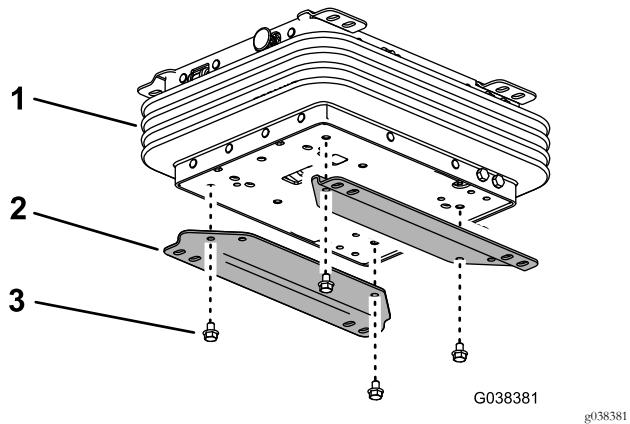

図3
2. サスペンションアセンブリに下側プラケットを取り付けるボルト8 x 12mm4本で図3のように取り付ける。